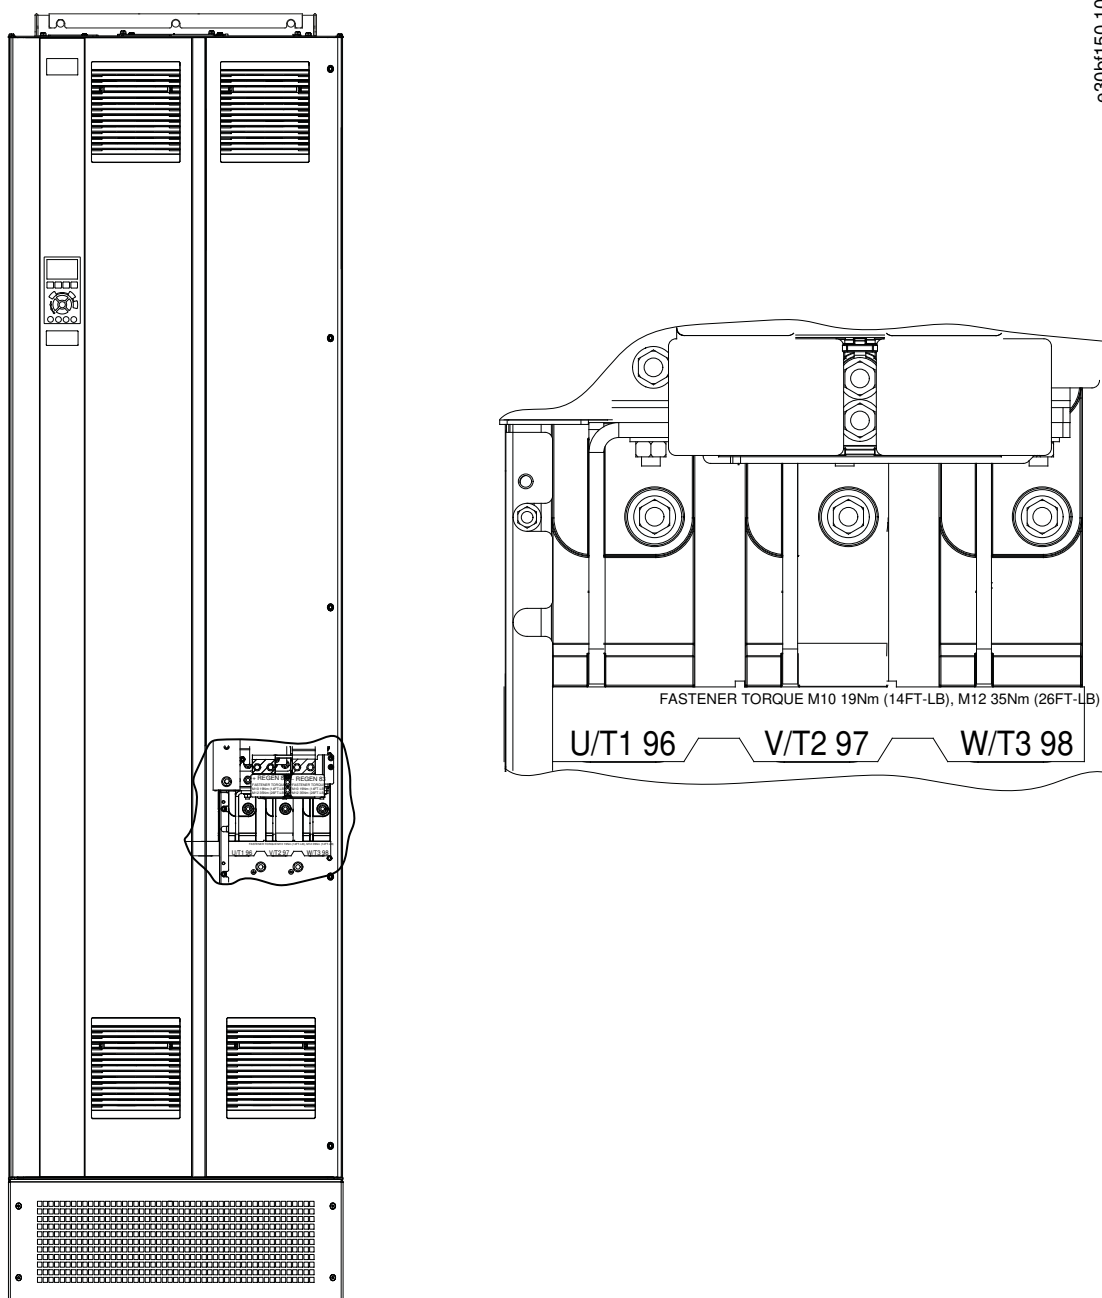

Ilustración 18: Terminales del motor de CA (se muestra el alojamiento E1h).
4. Conecte el cableado del motor trifásico a los terminales 96 (U), 97 (V) y 98 (W). Consulte el apartado Ilustración 18.